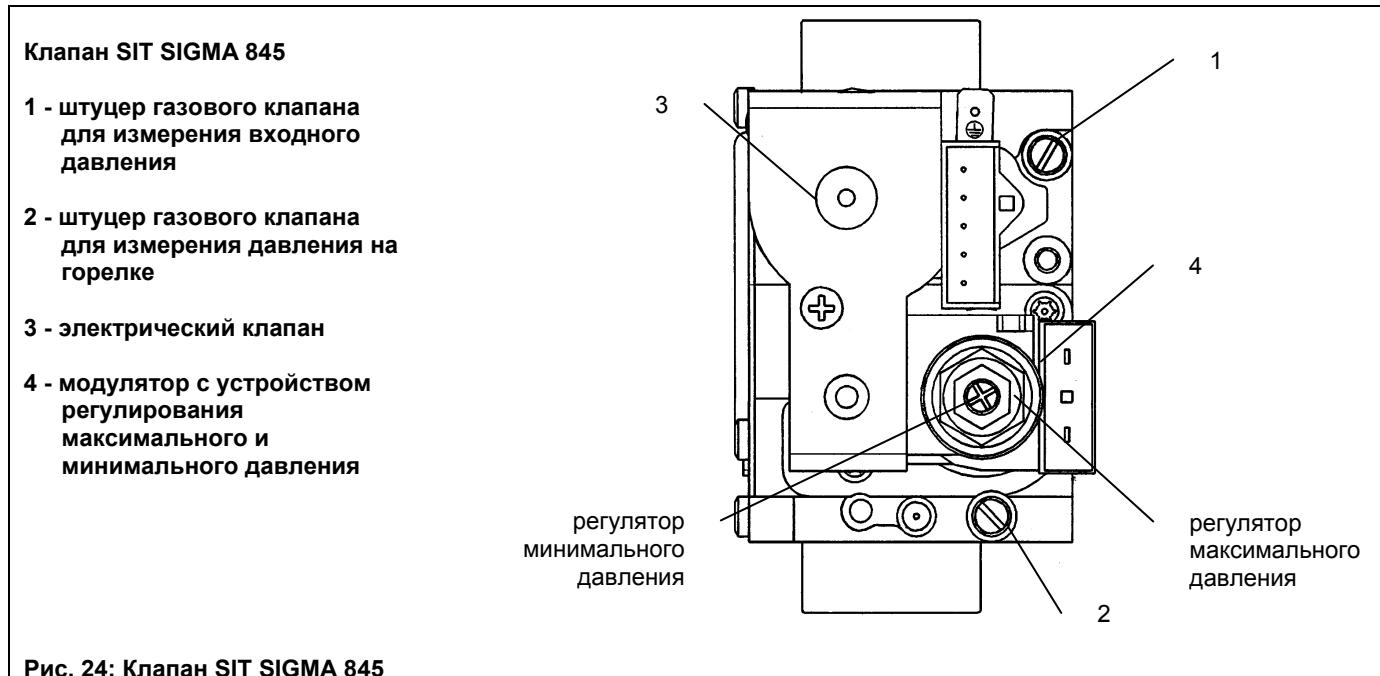

Рис. 24: Клапан SIT SIGMA 845
- Открутить винт на штуцере 2 (рис. 24) и присоединить к штуцеру 2 манометр.
- Проверить динамическое входное давление газа (штуцер 2, рис.24). Номинальные давления: 20 мбар для природного газа, 30 мбар для бутана, 37 мбар для пропана.
- Открутить винт на штуцере 1 (рис. 24) и присоединить к штуцеру 1 манометр.